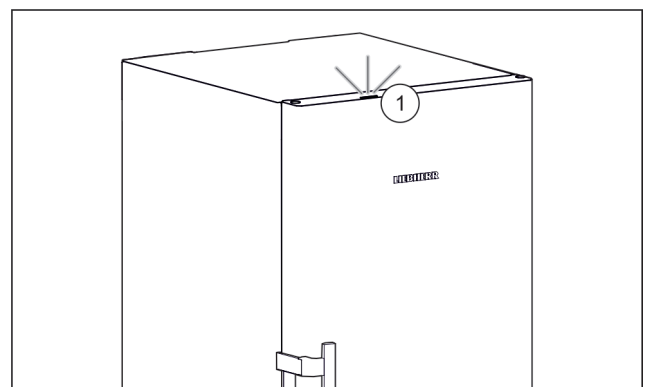

Fig. 27 Actief statuslicht bij gesloten deur
- ▷ Statuslicht Fig. 27 (1) is geactiveerd.